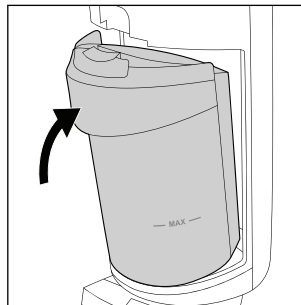

Fig. 30
- ♦ Vuelva a fijar el depósito de agua sucia **2** en el aparato; para ello, inserte primero la parte inferior del depósito de agua sucia **2**. Tras esto, mueva el depósito de agua sucia **2** en dirección al aparato hasta que el depósito de agua sucia **2** encastre audiblemente en él (consulte la fig. 30).